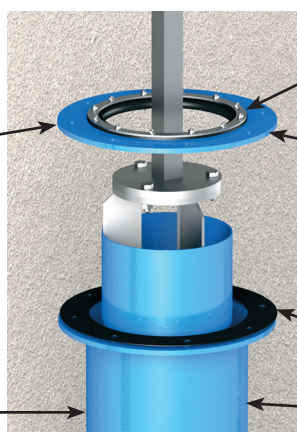

Fig. 11
4. Subir la brida soporte junta (5) junto con la junta de estanqueidad (6) y sus bridas de amarre (3), separándola del cuerpo (1) (fig. 11).